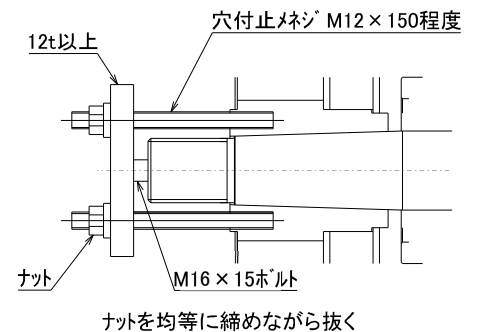

図 9-8
9.3.6 ベアリングケース(図 9-8,9)
右図の要領でドラムを取り外してください。(図 9-8)